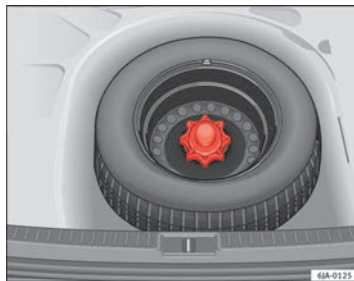

Fig. 130 Roue de secours : plancher de chargement soulevé
- Soulevez le plancher de chargement et laissez-le dans cette position pour pouvoir retirer la roue de secours ⇒ fig. 130. ►